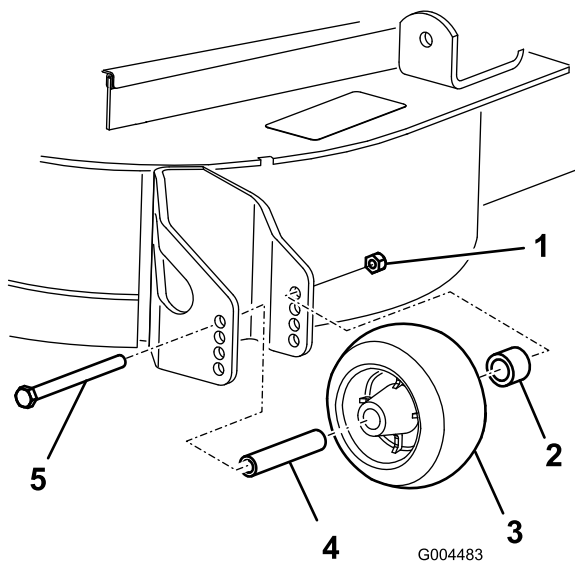

Figure 26
3. Après avoir réglé la hauteur de coupe, réglez les galets en retirant l'écrou à collerette, la bague, l'entretoise et le boulon (Figure 26).
5. Posez l'écrou à embase, la bague, l'entretoise et le boulon. Serrez à un couple de 54 à 61 Nm (Figure 26).